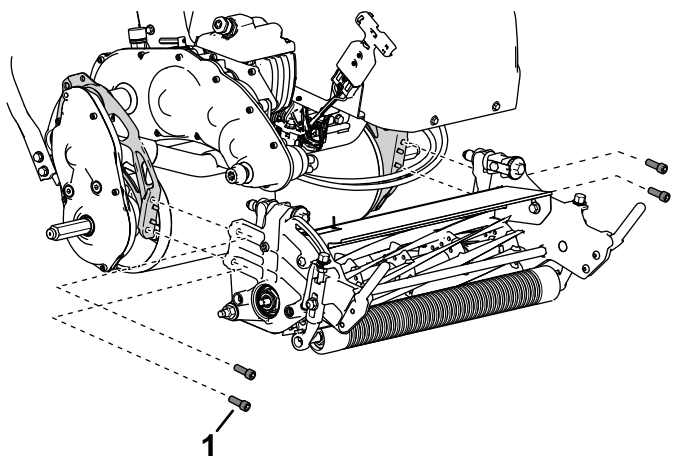

Figure 45
4. Retirez les vis à tête creuse qui fixent l'unité de coupe au cadre (Figure 45).